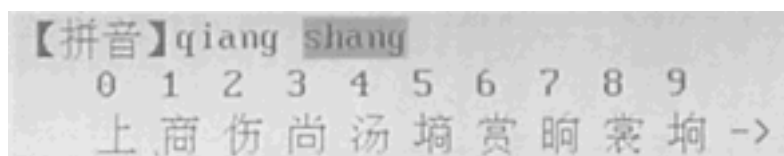

图 6-1 拼音输入 1
a. 按 ‘7’ ‘4’ ‘2’ ‘6’ ‘4’ 五个键后如图 6-1 所示，